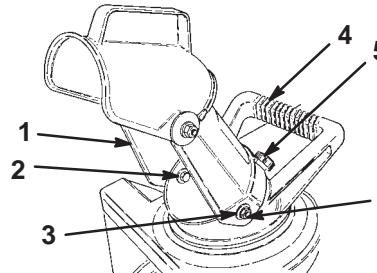

Figure 3
- Engagez les trous latéraux de l'éjecteur sur les deux boulons à tête hexagonale de chaque côté de la poignée de l'éjecteur (Fig. 3).
- Boulon à tête hexagonale (2)
- Rondelle (2)
- Contre-écrou (2)
- Fixez l'éjecteur sur les boulons à tête hexagonale au moyen de deux rondelles et de deux contre-écrous (Fig. 3).
4. Vissez fermement le bouton sur la vis à l'arrière de l'éjecteur (Fig. 3).